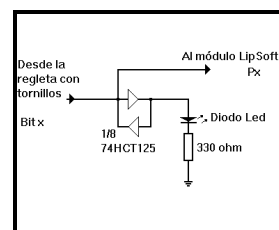

Figura. 14. Esquema de la excitación de los leds de las líneas digitales I/O.
*Diodos Leds de 3mm para mostrar el estado de las líneas I/O digitales figura 14.